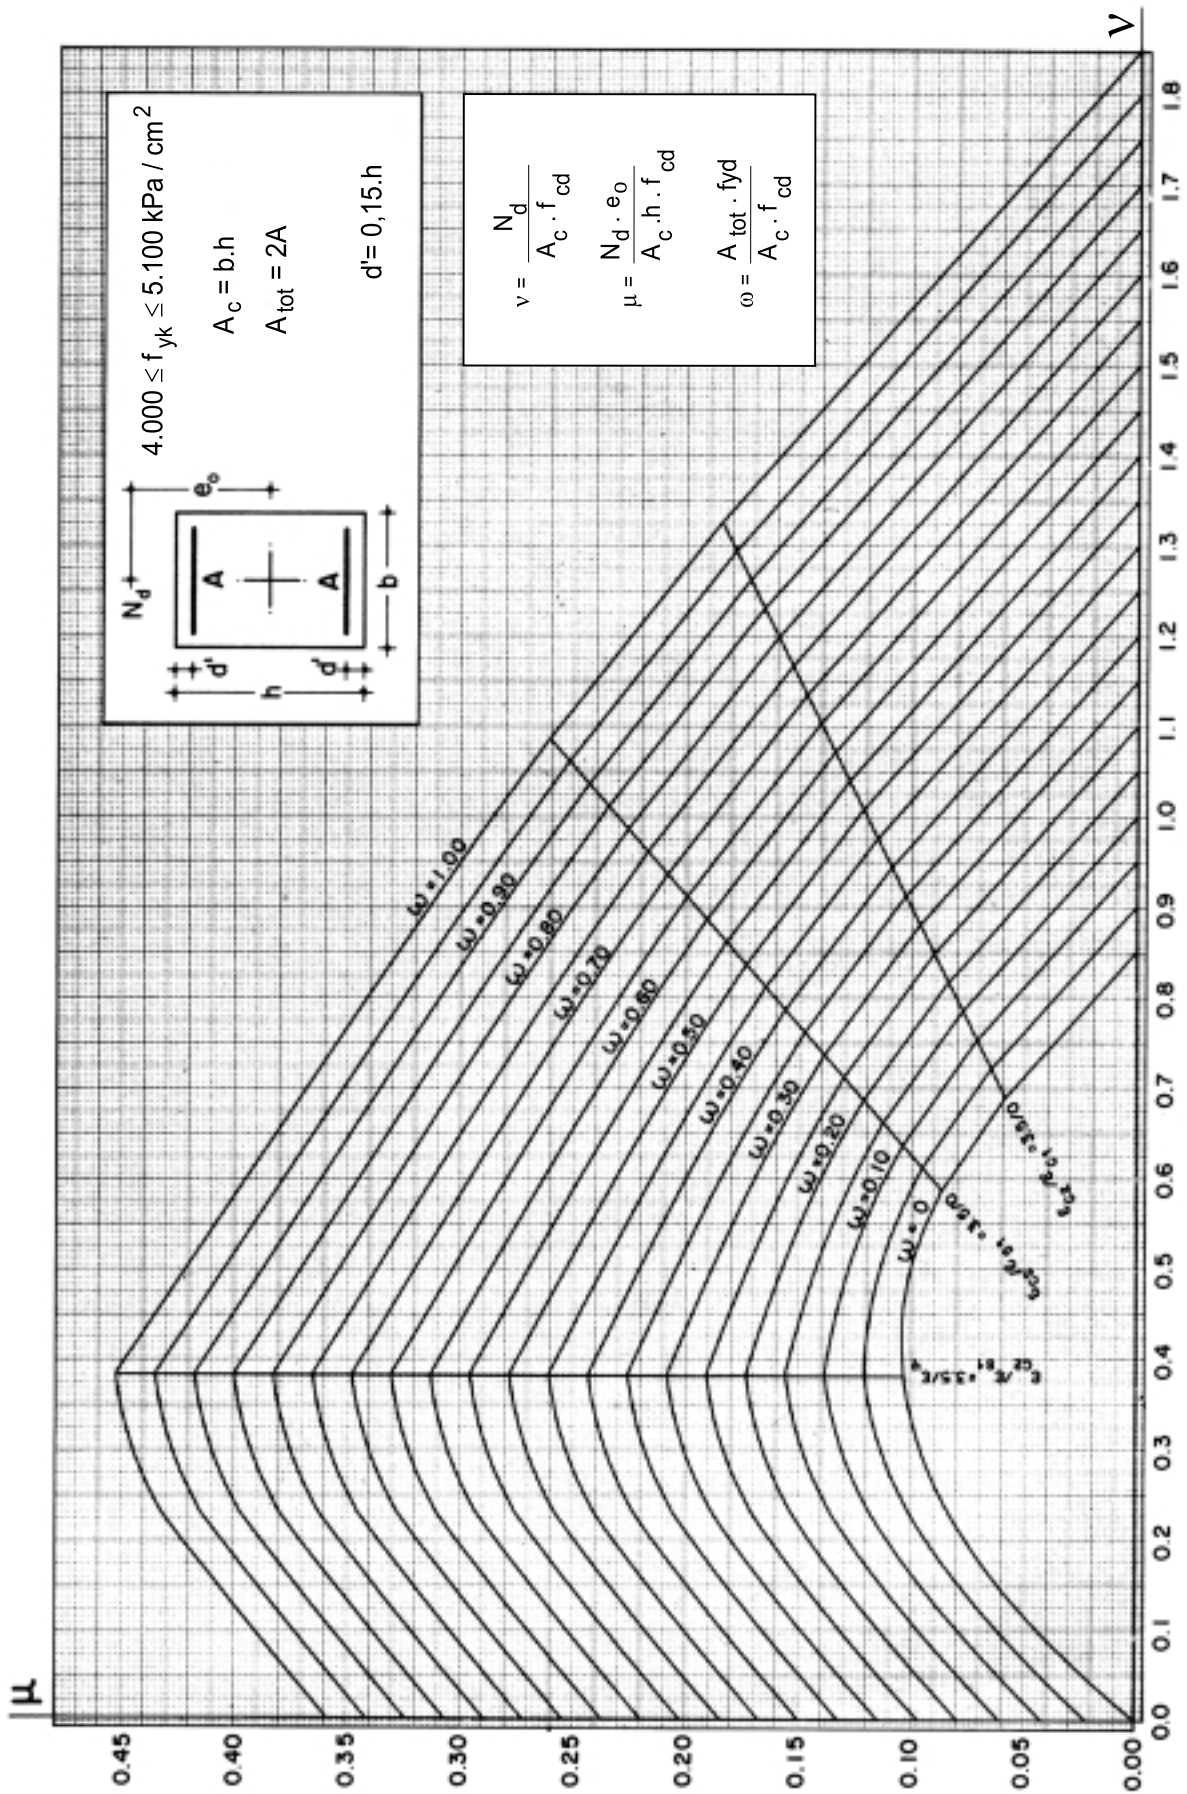

Figura 2 - Ábaco de interação para seção retangular em concreto armado sujeita a flexão composta reta com armadura simétrica.
- a) Usando o ábaco da Figura 2, que se encontra na página seguinte, faça a verificação, justificando, no Caderno de Respostas, se a armadura usada é suficiente para a ação simultânea de uma força normal de cálculo $N_d = 775,0$ kN e um momento fletor (plano de atuação paralelo à dimensão h da seção) $M_d = 235,0$ kN . m. **(valor: 5,0 pontos)**
- b) Determine, usando o ábaco da Figura 2, o maior momento fletor (plano de atuação paralelo à dimensão h da seção) de cálculo M_d , em kN . m, possível de atuar simultaneamente com a mesma força normal dada no item anterior, $N_d = 775,0$ kN. **(valor: 5,0 pontos)**